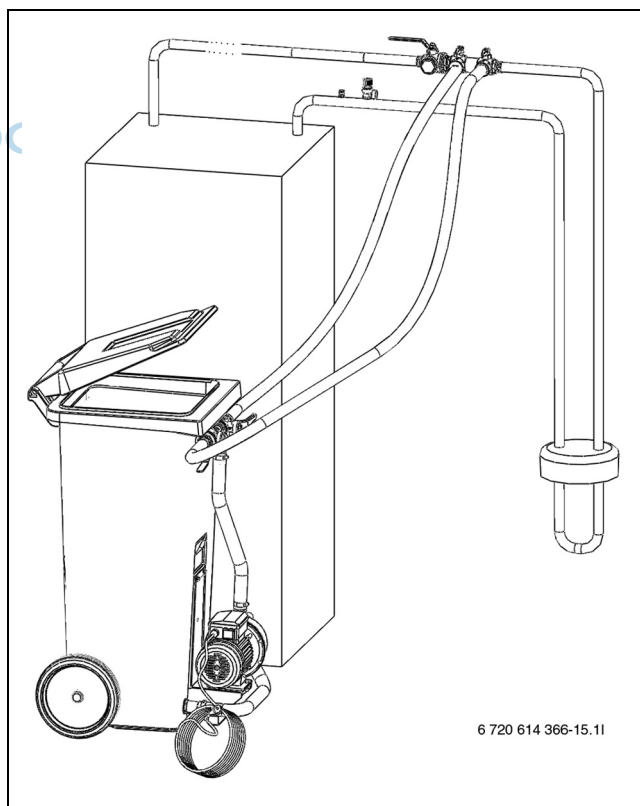

Bild 23 Befüllen mit Befüllstation
- Zwischen Befüllstation und Befüllvorrichtung zwei Schläuche anschließen (→ Bild 23).